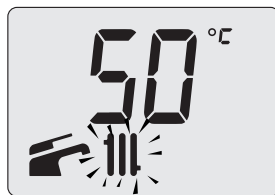

Figura 2.7
- il valore di "set" della temperatura dell'acqua calda di mandata riscaldamento ed il simbolo  lampeggiano. Il fondo del display appare illuminato (Figura 2.7).